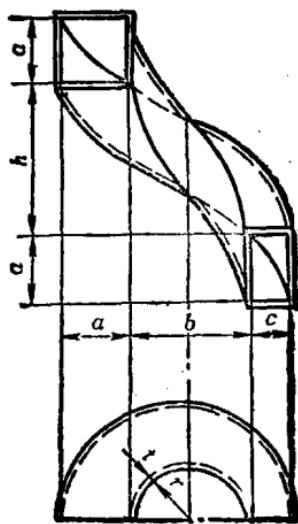

图 6
6. 方一矩形迂回 180° 螺旋管的展开，如图 6 所示。已知尺寸 $a = 40\text{mm}$, $b = 66\text{mm}$, $c = 25\text{mm}$, $h = 87\text{mm}$, $t = 1\text{mm}$, $r = 32\text{mm}$ 。求作内外、上下侧板的展开图。